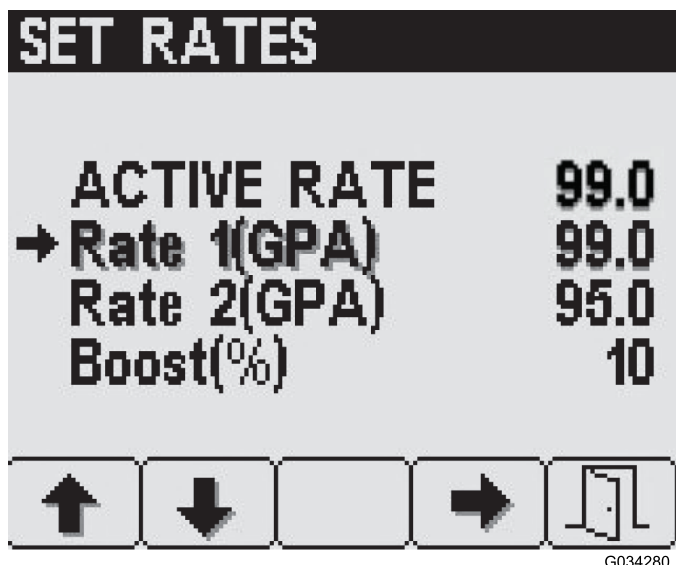

Figura 7
Per accedere alla schermata Impostazione volumi, premete il pulsante 2 sulla schermata del Menu principale (Figura 6) fino a raggiungere Impostazione volumi e premete il pulsante 4 per selezionare Impostazione volumi (Figura 7).
1. Premete il pulsante 1 o 2 fino a raggiungere la percentuale di volume o volume di aumento desiderata (Figura 7).